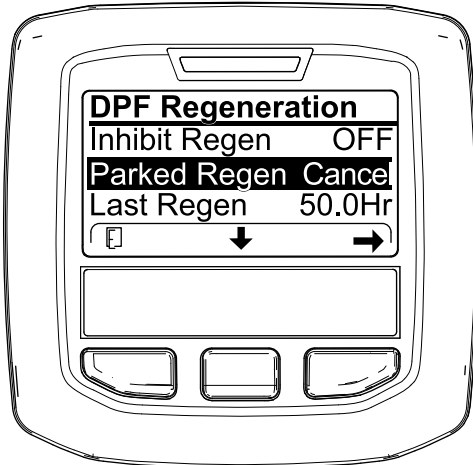
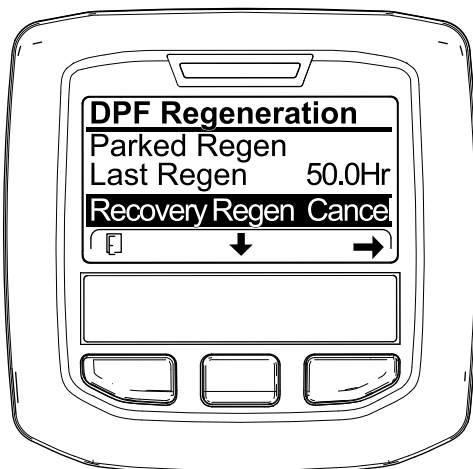

Figura 67
Figura 68
1. Accedete al menu DPF Regeneration (Rigenerazione FAP) (Figura 67).
2. Premete il pulsante centrale per scorrere il menu verso il basso fino all'opzione PARKED REGEN CANCEL (Figura 67) o all'opzione RECOVERY REGEN CANCEL (Figura 68).
3. Premete il pulsante destro per selezionare la voce Cancel relativa alla rigenerazione (Figura 67 o Figura 68).